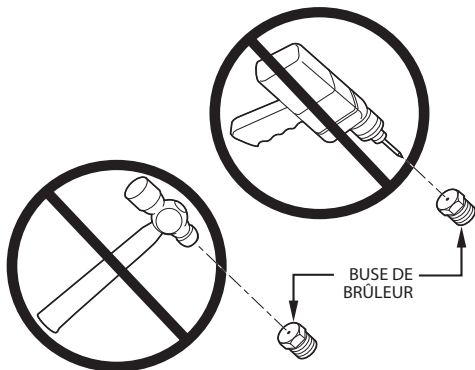
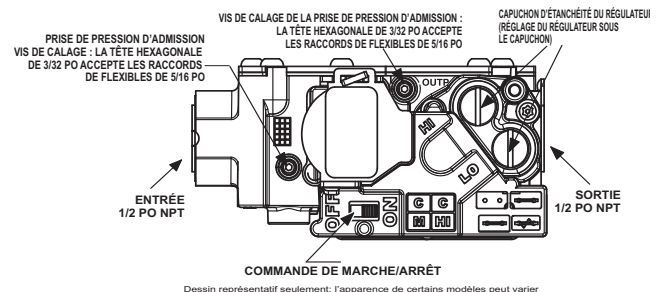

Fig. 62 – Trou de la buse
Fig. 63 – Soupape de gaz avec orifices de pression
Ne percez PAS les buses. Un perçage inadéquat (ébarbures, faux ronds, etc.) peut causer un bruit excessif du brûleur et une erreur d'orientation des flammes du brûleur. L'impact des flammes sur les échangeurs thermiques pourrait provoquer une défaillance. Consultez la Fig. 62.
1. Réglez la pression d'admission de façon à obtenir une puissance minimale d'utilisation. Consultez la Fig. 63.
- d. Réglez l'interrupteur de la soupape de gaz en position de marche (ON).
- e. Déplacez l'interrupteur de réglage SW1-2 du panneau de commande de la chaudière à la position ON pour verrouiller la chaudière en mode de fonctionnement à chaleur basse. Consultez le Fig. 62 et la Fig. 39.
- h. Retirez le capuchon de réglage du régulateur de pression de la soupape de gaz de chaleur basse et tournez la vis de réglage de la chaleur basse (tournevis à bout plat de 3/16 po ou plus petit) dans le sens antihoraire (vers l'extérieur) pour diminuer le débit d'admission ou dans le sens horaire (vers l'intérieur) pour l'augmenter. Consultez la Fig. 63.
2. Réglez la pression d'admission de façon à obtenir une puissance minimale d'utilisation. Consultez la Fig. 63.
- b. Retirez le capuchon de réglage du régulateur de pression de la soupape de gaz de chaleur élevée et tournez la vis de réglage de la chaleur élevée (tournevis à bout plat de 3/16 po ou plus petit) dans le sens antihoraire (vers l'extérieur) pour diminuer le débit d'admission ou dans le sens horaire (vers l'intérieur) pour l'augmenter. Consultez la Fig. 63.